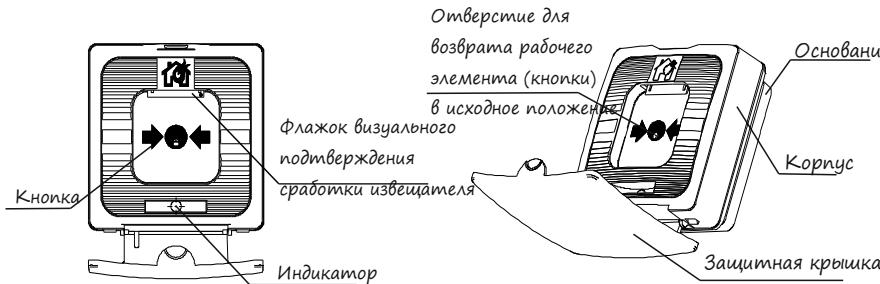

Рисунок 1
5.1 Извещатель представляет собой устройство, формирующее сообщение «Пожар» при нажатии на кнопку. При этом формируется сообщение в виде скачкообразного уменьшения сопротивления в ШС до величины не более 500 Ом, сопровождающееся включением оптического индикатора и выпадением цветного флагка (Рисунок 1).
Выпадающий цветной флагок является визуальным подтверждением нажатого состояния кнопки извещателя (Рисунок 1). При возврате кнопки в исходное положение флагок занимает начальную позицию.